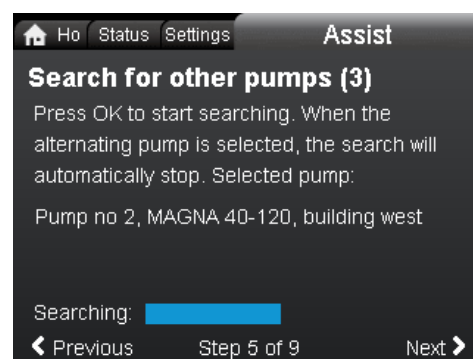

Рис. 45 Искать другие насосы (1)
8. Нажмите [OK] на основной головной части, чтобы начать поиск. См. рис. 45.